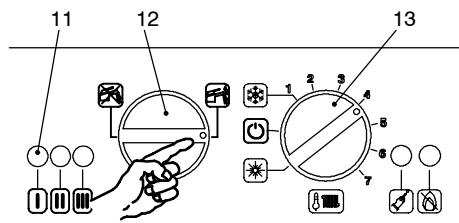

fig. 6.5
- 24 Ruotare la manopola settaggio serbatoio dinamico 12 come in fig. 6.5